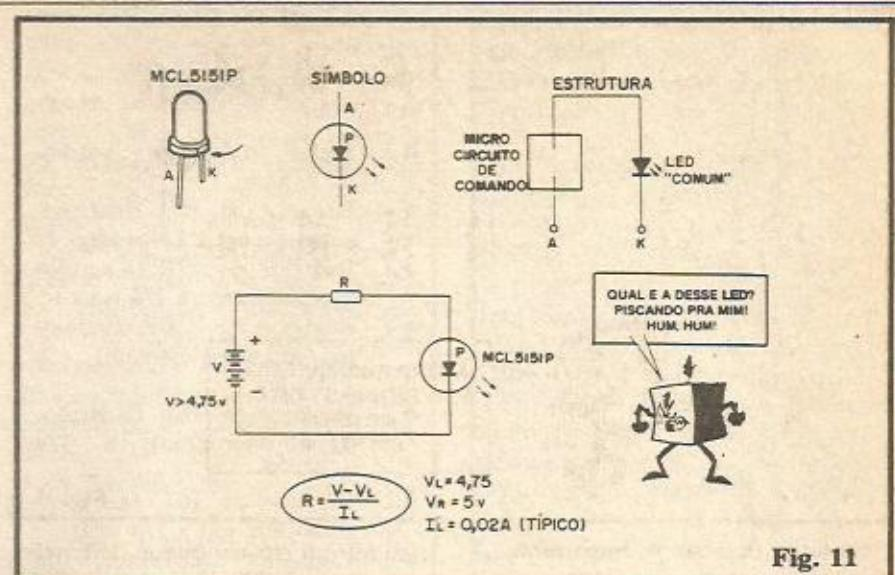

Fig. 11
- FIG. 11 - Existe no varejo de Eletrônica, um LED "diferente" que, embora na "casca" seja aparentemente igualzinho a qualquer outro, apresentam uma importante diferença: ELE "PISCA"... É isso mesmo! Uma vez energizado corretamente, em vez de ficar aceso firmemente (como é "normal" num LED comum...) ele acende e apaga automaticamente, a um ritmo aproximado de 3 lampojos por segundo (3 Hz, portanto...). A figura mostra uma série de detalhes sobre esse "vagalume" eletrônico. Sua aparência (como já foi dito) é a mesma de um LED comum, apresentando os mesmos dois terminais (anodo - A - e catodo - K), que devem ser identificados da mesma maneira como fazemos com qualquer outro LED (via comprimento das "pernas" ou chanfrinho lateral, indicado pela seta, na figura...). Quanto ao símbolo adotado por ABC nos nossos diagramas, é também parecido com o de um LED comum, porém com o desenho básico contido num círculo, que inclui a letra "P" (de "piscar"...). A sua estrutura interna inclui, além de uma junção semicondutora igual a de qualquer LED (ver inciso da presente "Aula"), um micro-circuito de comando, na verdade uma "chave eletrônica" controlada por um oscilador, que permite e prospe, a intervalos regulares e cíclicos, a passagem da corrente para a junção semicondutora (obtendo-se, assim, o efeito de "piscapiscar"). Sua utilização é tão fácil quanto a de um LED comum, regida pelas mesmas fórmulas matemáticas genéricas, porém devemos levar em conta que um importante parâmetro ou limite do componente é DIFERENTE, em valor, daquele apresentado por